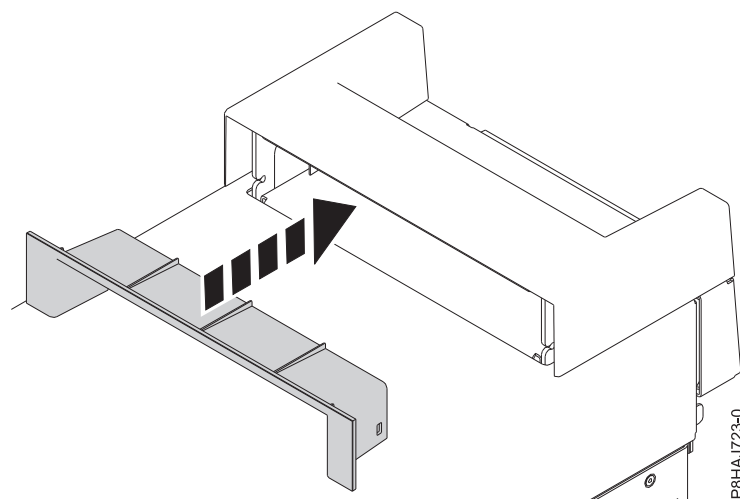

Figura 19. Inserció de la peça de la tapa de nansa en un sistema autònom 8286-41A
2. Inseriu la peça de la tapa de nansa empenyent-la amb força a la tapa de nansa, tal com es mostra a la Figura 19.